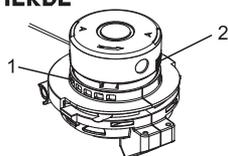
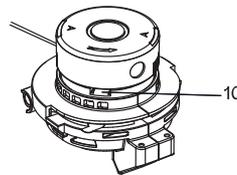

Fig.10
Fig.14
1. Appuyer sur les boutons de verrouillage de la bobine (1) et (2) situés de chaque côté de la bobine (Fig. 10).
8. Lors de l'installation de la nouvelle bobine de fil pour coupe-herbe, environ 7,6 cm/3 po de fil doit être exposé hors du boîtier de la bobine. S'il est trop long, le couper avec des ciseaux. S'il est trop court, appuyer sur le bouton de dégagement du fil (10) sur le boîtier du fil pour coupe-herbe et tirer doucement sur le fil exposé (Fig. 14).
Appuyer sur le bouton de dégagement du fil (10) sur le boîtier de fil pour coupe-herbe et tirer doucement sur le fil exposé jusqu'à ce que 7,6 cm/3 po de fil soit exposé hors du boîtier de la bobine (Fig.14).
Retirer la bobine du boîtier de la bobine; dérouler environ 7,6 cm/3 po de fil et réinstaller la bobine (Fig. 10 à Fig.14).
Retirer la bobine du boîtier de la bobine, dérouler tout le fil pour coupe-herbe de la bobine et rembobiner le fil (Fig. 10 à Fig.14).